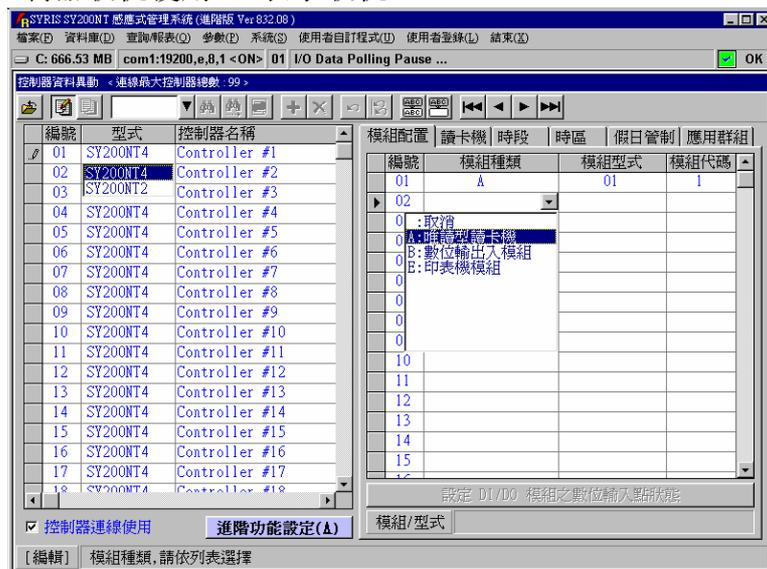

图 3-1 控制器数据主画面暨模块种类选择表
點選主功能选单之”数据库(D)”中之”控制器数据异动(C)”，如图 3-1 所示。
1. 点选画面右方之次选单”模块配置”，如图 3-1 所示。
2. 点选”模块种类”之  选择所接模块种类，如图 3-1 所示(注\*1)。